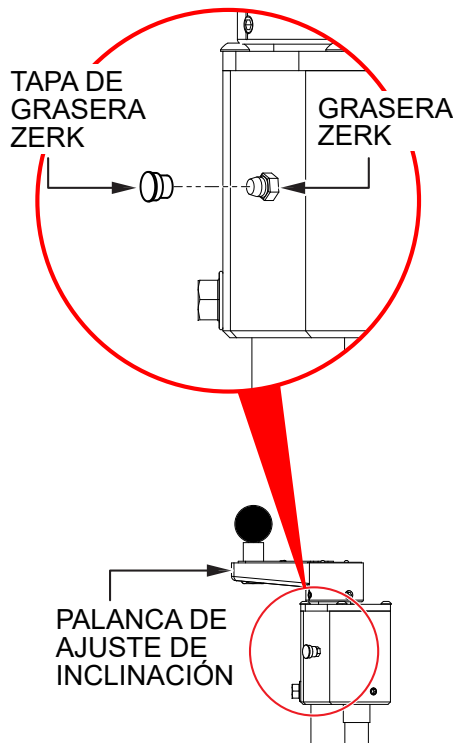

Figura 39. Lubricación de las torres de inclinación
1. Localice la graseira Zerk justo debajo de la palanca de ajuste de inclinación en una de las torres de inclinación (Figura 39). Quite la tapa de la graseira Zerk y póngala a un lado.